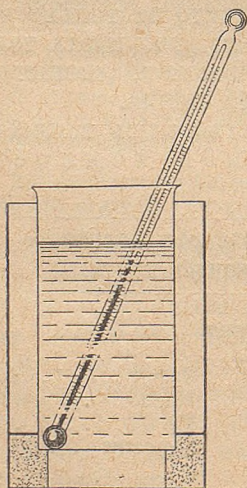

Рис. 201. Калориметр.
1) Калориметр состоитө кык сосудиё, кёдна керөмөсь латунь вёснитик листтэзісь (рис. 201). Пытшкыс сосудыс сюйыштёма сідз, что сы коласын да вевдөрісь сосуд коласын кольччө воздушной прослойка; вевдөрісь сосуд пыдбөё подставкааз туйө пуктөмөсь пробка нето лу кусөчоккез.